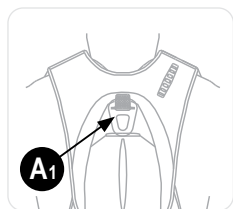

Figura 17
- Conecte la carabina del cordón de absorción de energía en el punto de sujeción del sistema anticaídas marcado **A1** (consulte la figura 17). **A1** es el único punto de sujeción que accionará la función de rescate del Latchways PRD.